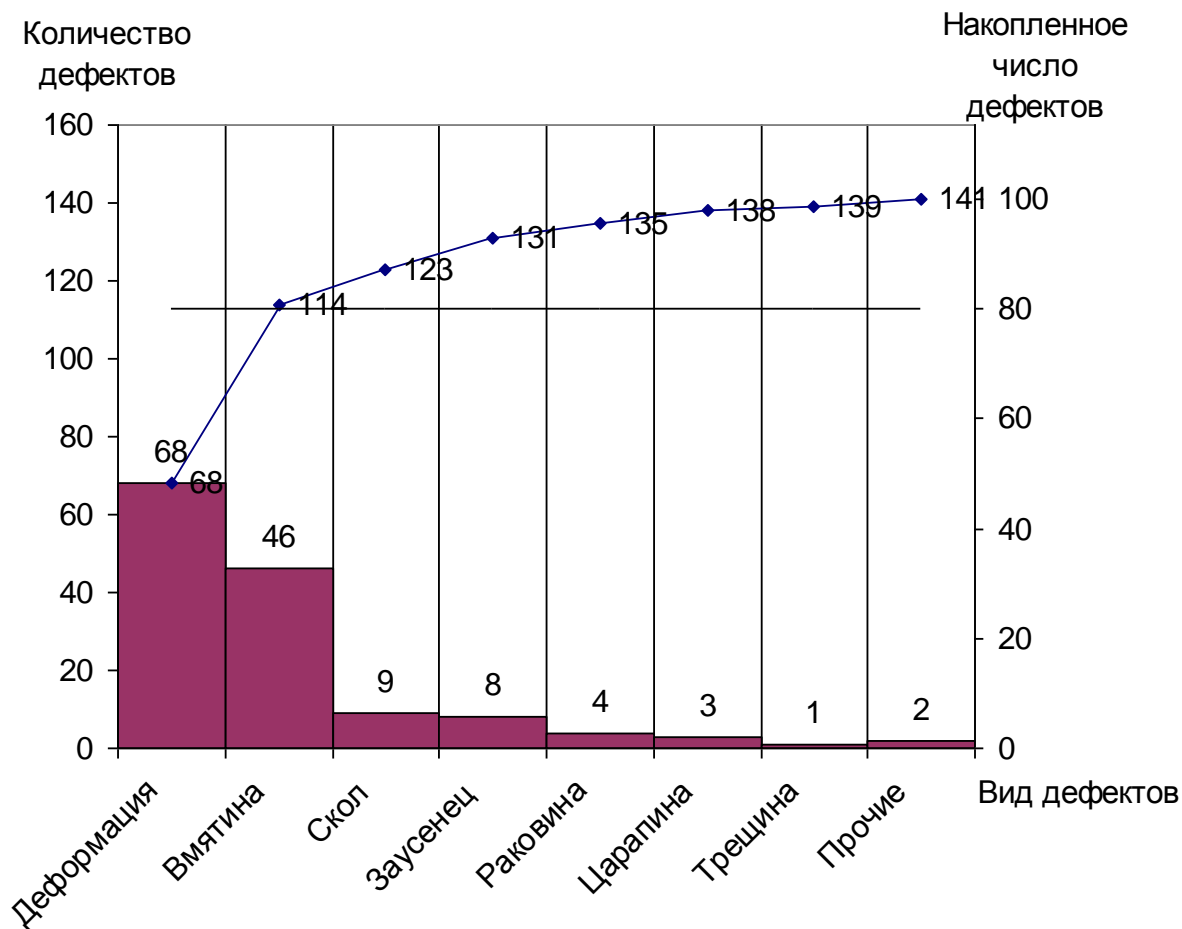

Рис. 8. Диаграмма Парето
3) по данным табл. 3 строят диаграмму Парето (рис. 8).